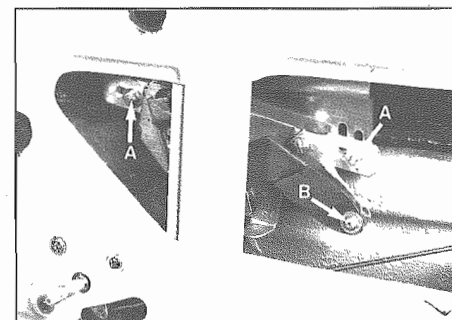

Fig. 11 - A - Viti fissaggio piastra porta cristallo
- Allentare ed estrarre le viti di fissaggio (Fig. 11).
- Loosen and take out fixing screws (Fig. 11).
- Smontare la piastra porta cristallo dalla slitta (**Fig. 11**).
- Disassemble glass holder from slide (**Fig. 11**).